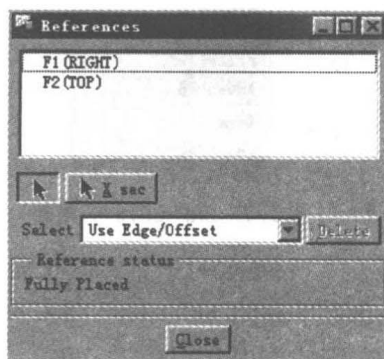

图 1.12 References 对话框
- (8) 进入草图环境后，由于是采用智能标注尺寸的绘图方式，所以要先指定参考体，默认选择两个基准平面，如图 1.12 所示。单击鼠标中键选择默认的参考平面。